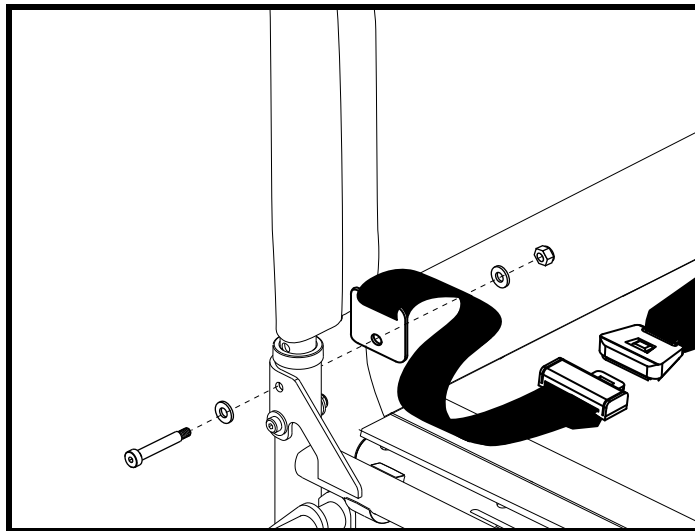

Figure 36. Installation du ceinture de positionnement
1. Pesez sur le bouton à détente rapide et retirez la roue avant. Voir la figure 36.
Votre fauteuil roulant peut être équipé d'une ceinture de positionnement réglable pour votre confort. Voir la figure 36. Cette ceinture est conçue pour prévenir le glissement vers l'avant ou vers le bas de la personne qui est assise sur le fauteuil. Elle ne peut être utilisée comme ceinture de sécurité dans un véhicule routier motorisé.
1. Retirez les vis sur les montants gauche et droit du dossier. Voir la figure 36.
2. Insérez les vis retirées dans la boucle de la ceinture et au travers du montant de dossier sur chaque côté du fauteuil. Voir la figure 36.